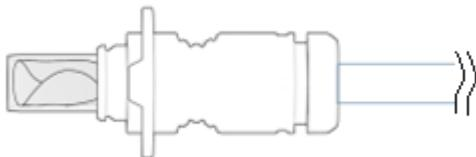

Figure 6. Inspection de l'implant (dans la canule de chargement)
- Vérifier visuellement l'intégrité de l'implant (dans la canule de chargement). Aucun pli, froissement ou déchirement ne devrait être observé, voir Figure 6.